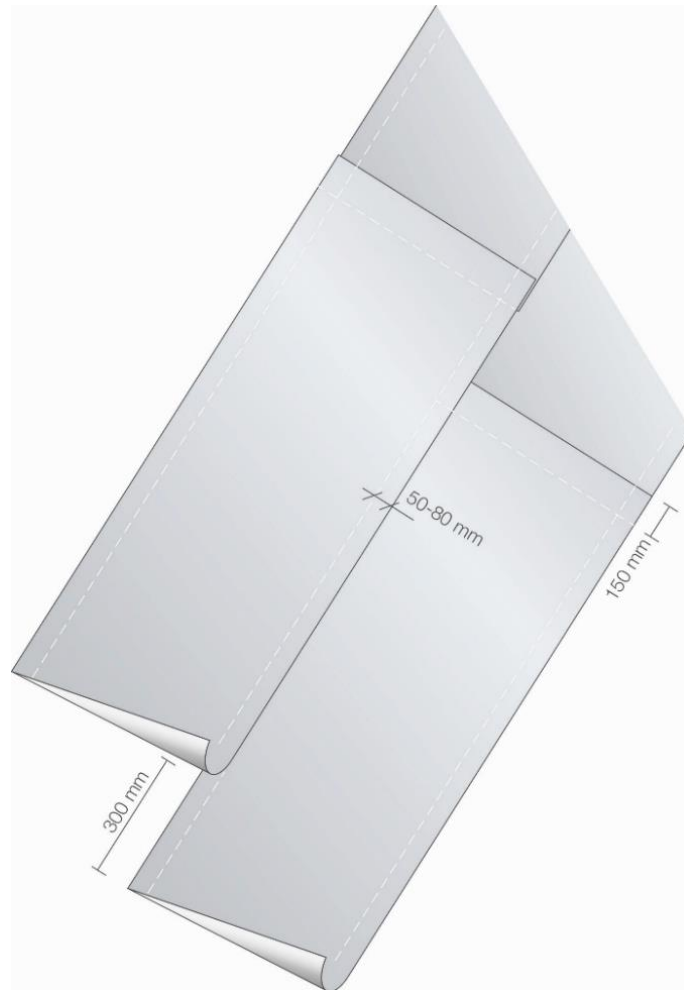

Abbildung 2
- Die V-Gard Bahnen so ausrichten, dass die Längsnähte mindestens 50 bis 80mm überlappen (Abbildung 2).
- Es wird empfohlen, die Bahnen mindestens 300mm versetzt anzuordnen. Kopfstöße sind mindestens 150mm zu überlappen (Abbildung 2).